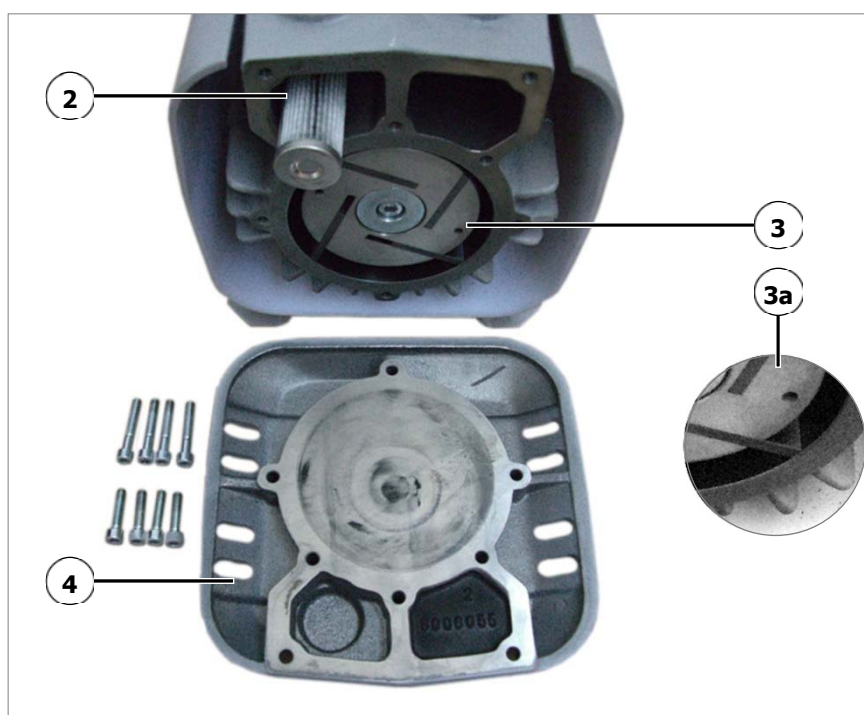
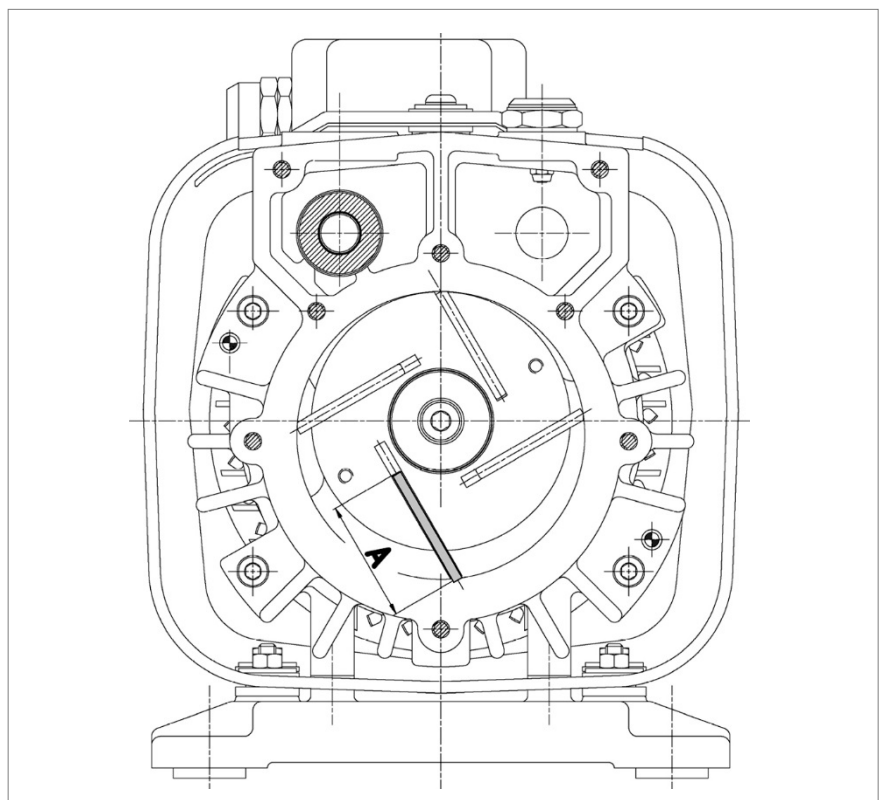

Abb. 9 Gehäuse geöffnet
Abb. 10 Lamellen Mindestmaß A
- Filterpatrone herausnehmen, Abb. 9 Pos. 2,
- Lamellen zur Überprüfung entnehmen, Abb. 9 Pos. 3,
Die schräge Seite der Lamelle muss nach außen zeigen und die Schräge in Drehrichtung muss mit dem Verlauf der Gehäusebohrung übereinstimmen, siehe Abb. 9 Pos. 3a und Abb. 10.